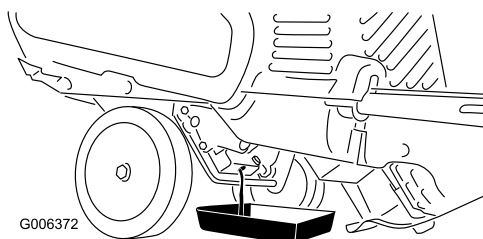

Figura 26
3. Coloque un recipiente de aceite usado debajo del tapón de vaciado de aceite, retire el tapón de vaciado de aceite e incline la máquina hacia atrás, y drene el aceite usado en el recipiente (Figura 26).